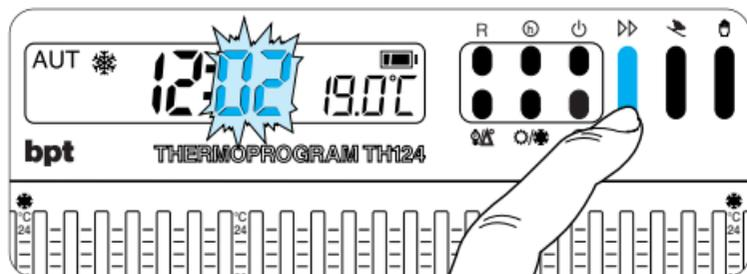

Fig. 16
5.2 - Premere il pulsante ▶▶ (fig. 16) sino a che non si raggiunga il valore esatto dei minuti.